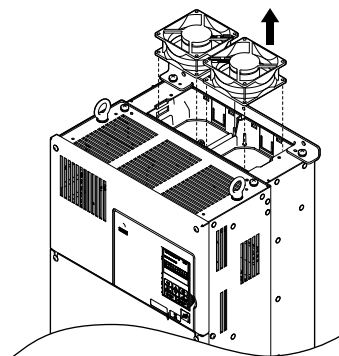

Figura 7.15 Remova o ventilador de refrigeração: 4A0088 e 4A0103
2. Levante diretamente acima do ventilador de refrigeração como mostrado na Figura 7.15. Desconecte o conector de relé e retire o ventilador do inversor.